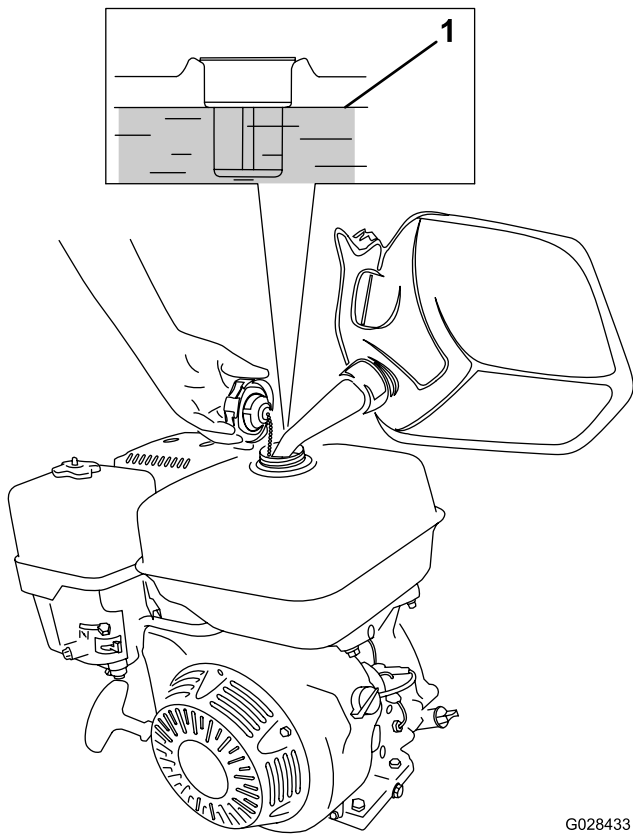

Bild 22
1. Reinigen Sie den Bereich um den Tankdeckel und nehmen den Deckel ab (Bild 22). Füllen Sie den Kraftstofftank bis ca. 25 mm unter der Oberkante des Tanks mit bleifreiem Benzin (min. 87 Oktan), damit sich der Kraftstoff ausdehnen kann.